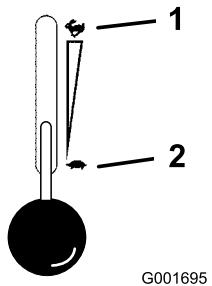

Figura 13
5. Prima di avviare il motore a freddo spostate il comando dell'acceleratore in posizione On (Figura 13).
2. Portate la leva dell'acceleratore al centro tra le posizioni minima e massima (Figura 13).